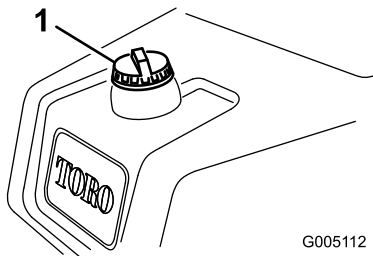

Figure 21
1. Nettoyez la surface autour du bouchon du réservoir et enlevez le bouchon (Figure 21).